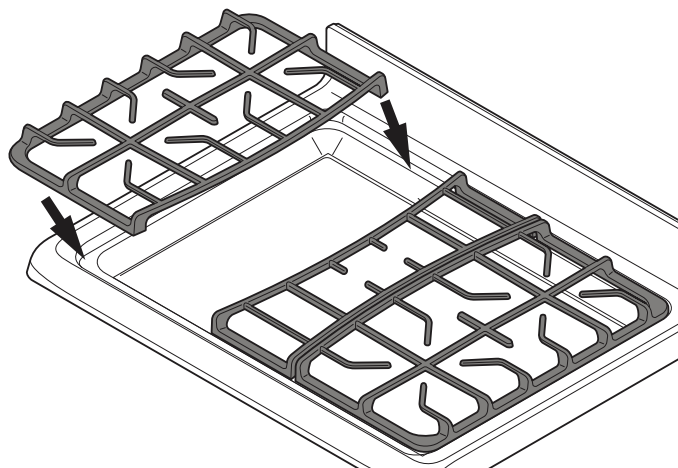

Figure 4 : Installation correcte des grilles
- Veiller à ce que les grilles soient bien en place sur la surface de cuisson avant d'allumer les brûleurs (Figure 4). Les grilles sont conçues pour reposer à l'intérieur de la zone en retrait de la table de cuisson.